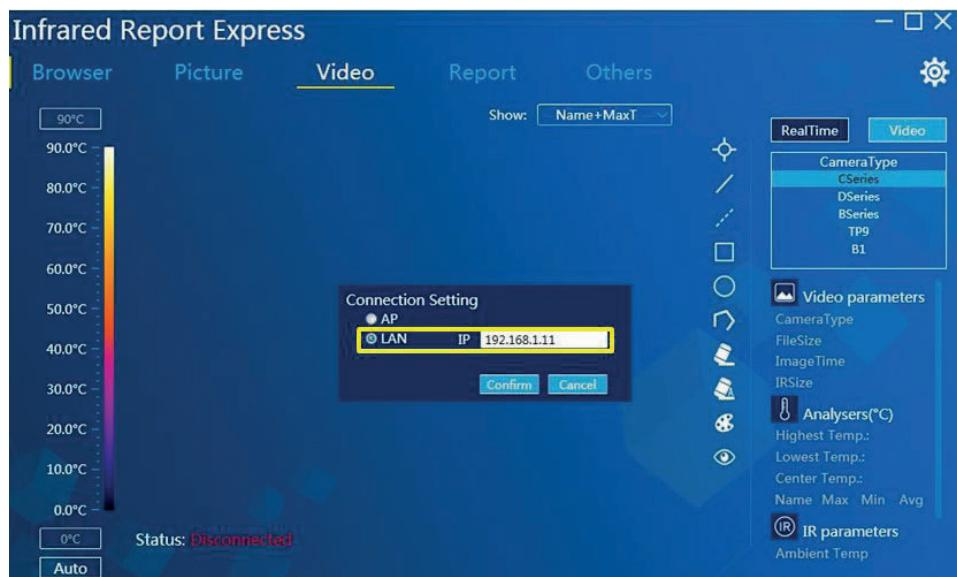

Figura 3-36
3. Utilice el cable de red del equipo para conectar el PC de manera confiable y haga clic en el acceso directo de LAN del dispositivo para abrir la función de conexión de red del dispositivo. Abra el software de análisis de infrarrojos para seleccionar “CSeries” en el área de selección de modelo, seleccione “LAN” en el cuadro de diálogo emergente “Configuración de conexión” e ingrese la IP del dispositivo. Vea la Figura 3-36: